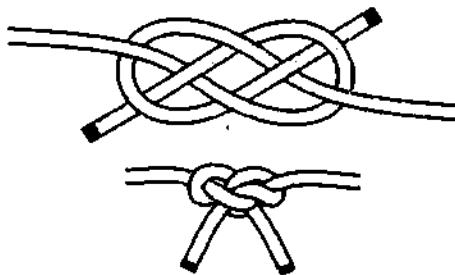

Рис. 926. Плоский узел.
**Плоский узел** является одним из самых старых узлов, знакомых издревле всем народам (рис. 926). В старину им завязывали пояса и галстуки. Изображение **плоского узла** у различных народов часто встречается в декоративных элементах ювелирных украшений, посуды, одежды, архитектурных сооружений.
После приложения нагрузки **плоский узел** выворачивается и принимает свою окончательную рабочую форму, совершенно не похожую на первоначальную, но остается надёжным и крепким узлом (рис. 926). **Плоский узел** красивый и симметричный до и после выворачивания, быстро